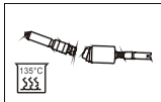

Abb. 18.2
- Autoklavierbar bis max. 135 °C (EX). 20 Minuten bei 121 °C oder 15 Minuten bei 132 °C autoklavieren (Abb. 18.2/18.3).